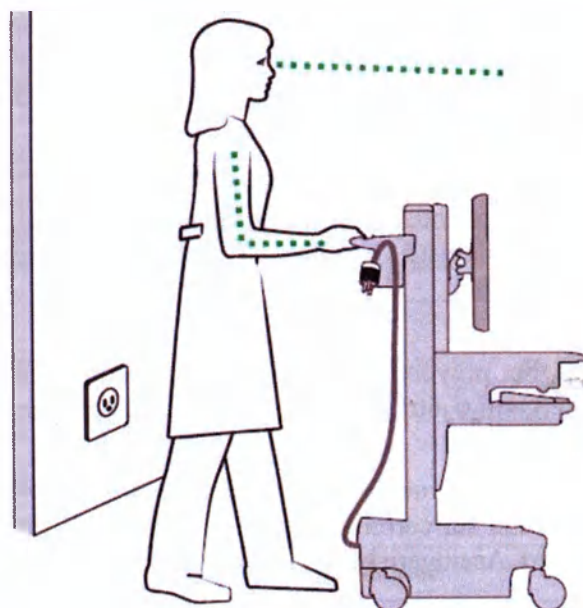

Figura 1.5: Trasporto dell'unità di elaborazione e visualizzazione
- non muoversi affrettatamente. Prima di spostare il carrello, accertarsi che il cavo di alimentazione sia scollegato dalla presa di corrente e agganciato in sicurezza al cestino (Figura 1.5).